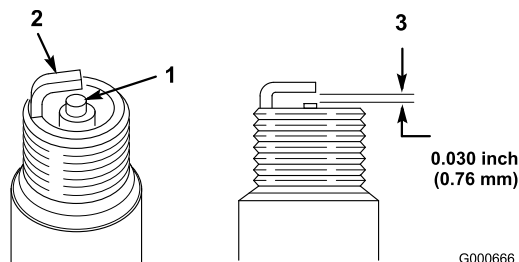

Figura 29
1. Controllate il centro della candela (Figura 29). Se l'isolatore è marrone chiaro o grigio, il motore funziona correttamente. Una patina nera sull'isolatore significa in genere che il filtro dell'aria è sporco.
2. Verificate la distanza tra gli elettrodi centrale e laterale (Figura 29) e se non è esatta piegate l'elettrodo laterale.